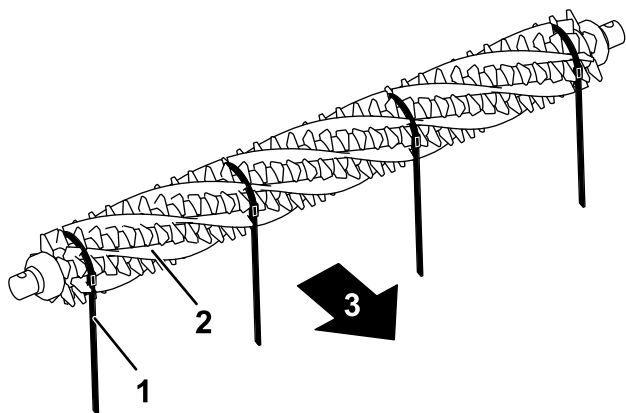

Figura 16
3. De um lado do cilindro do rastelo, faça deslizar uma escova para cada ranhura em torno de todo o comprimento do cilindro do rastelo (Figura 16).
Importante: Deve envolver as fitas em torno da lâmina do rastelo e conjunto de escova na direção de rotação principal. Figura 16 mostra as fitas instaladas para rotação para a frente.